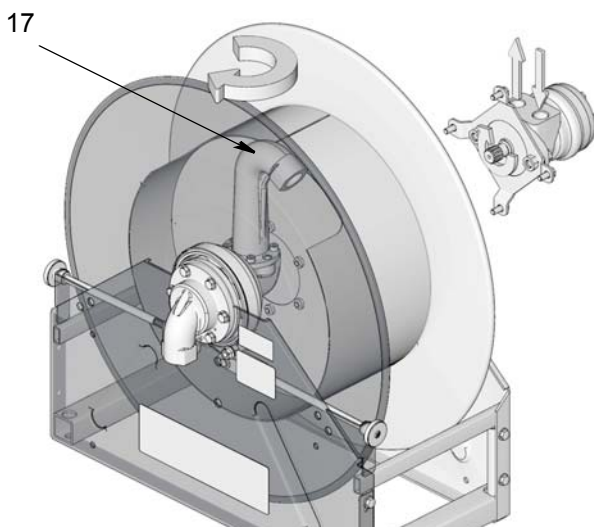

FIG. 25
- b. Tournez la sortie (17) à 180° tel qu'indiqué à la FIG. 25.